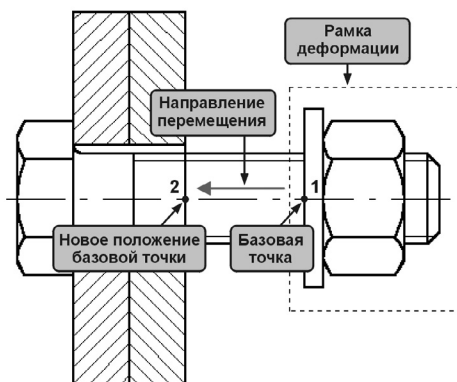

Рис. 19.12. Задание параметров деформации сдвигом
4. Новое положение базовой точки укажите на пересечении осевой линии с правой деталью (точка 2 на рис. 19.12).